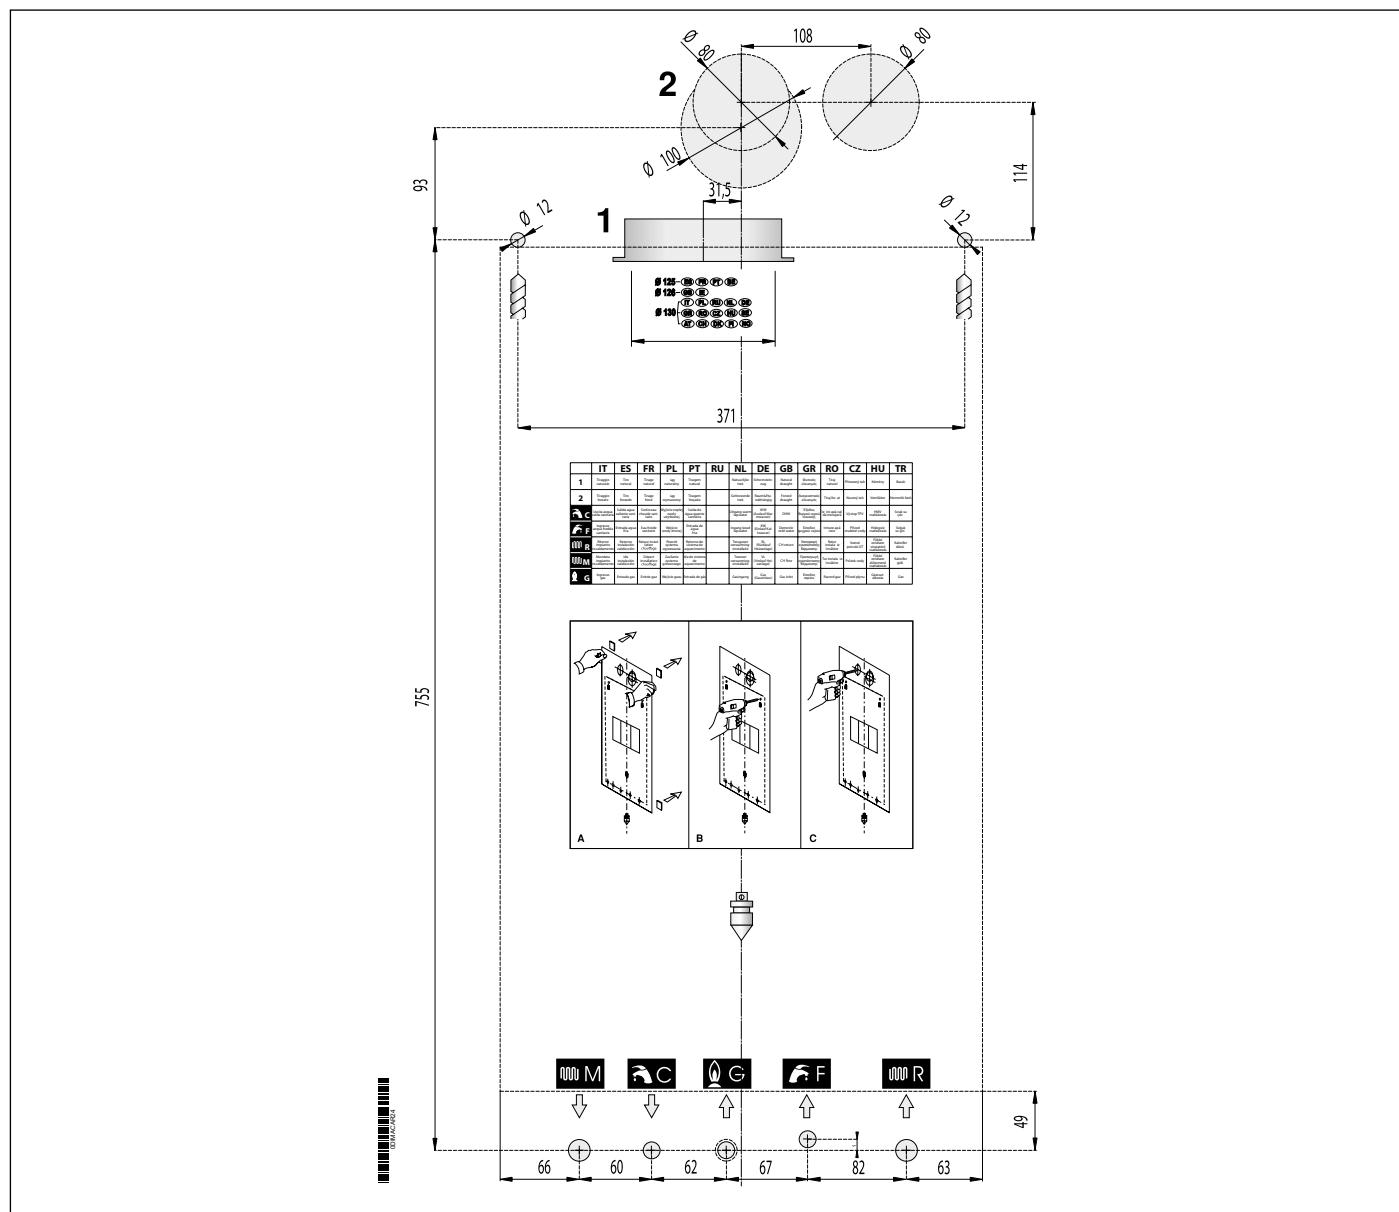

Рис. 11 Шаблон из картона
- монтажный шаблон (смотри Рис. 11 Шаблон из картона);
Каждый котел снабжен специальным шаблоном из картона (смотри Рис. 11 Шаблон из картона).